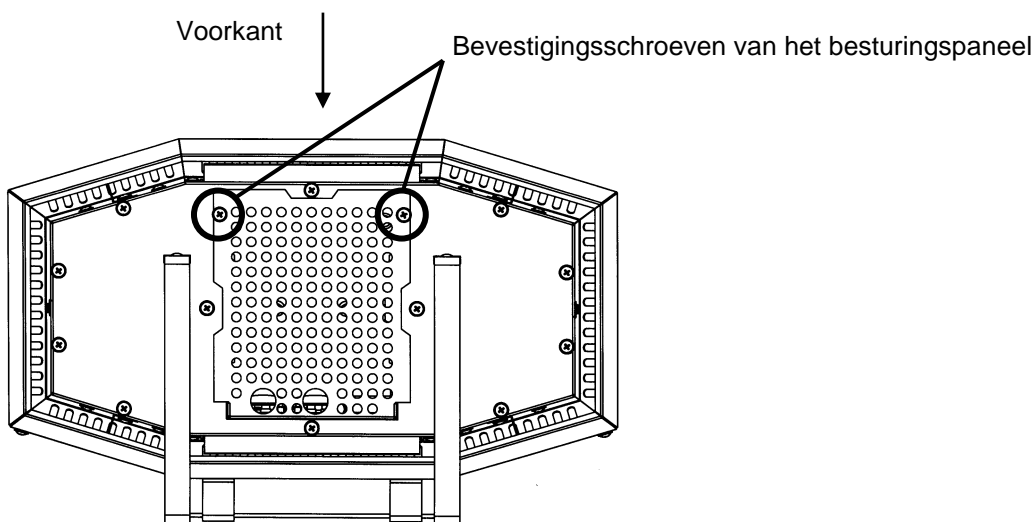

Fig.4
- Besturingspaneel bij de saunaoven losdraaien. Daarvoor beneden twee kruiskopschroeven losdraaien (zie Fig.4)